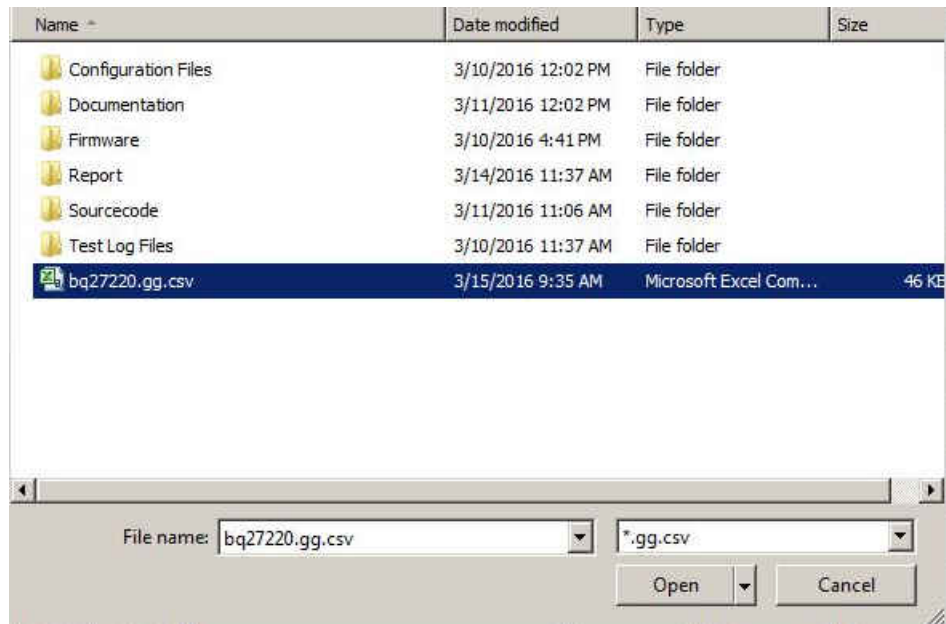

图 8-4. 加载 .GG 文件
1. 浏览至所需的模板或样例 *.GG 参数文件。（示例：图 8-4 中的 BQ27220.gg.csv。）